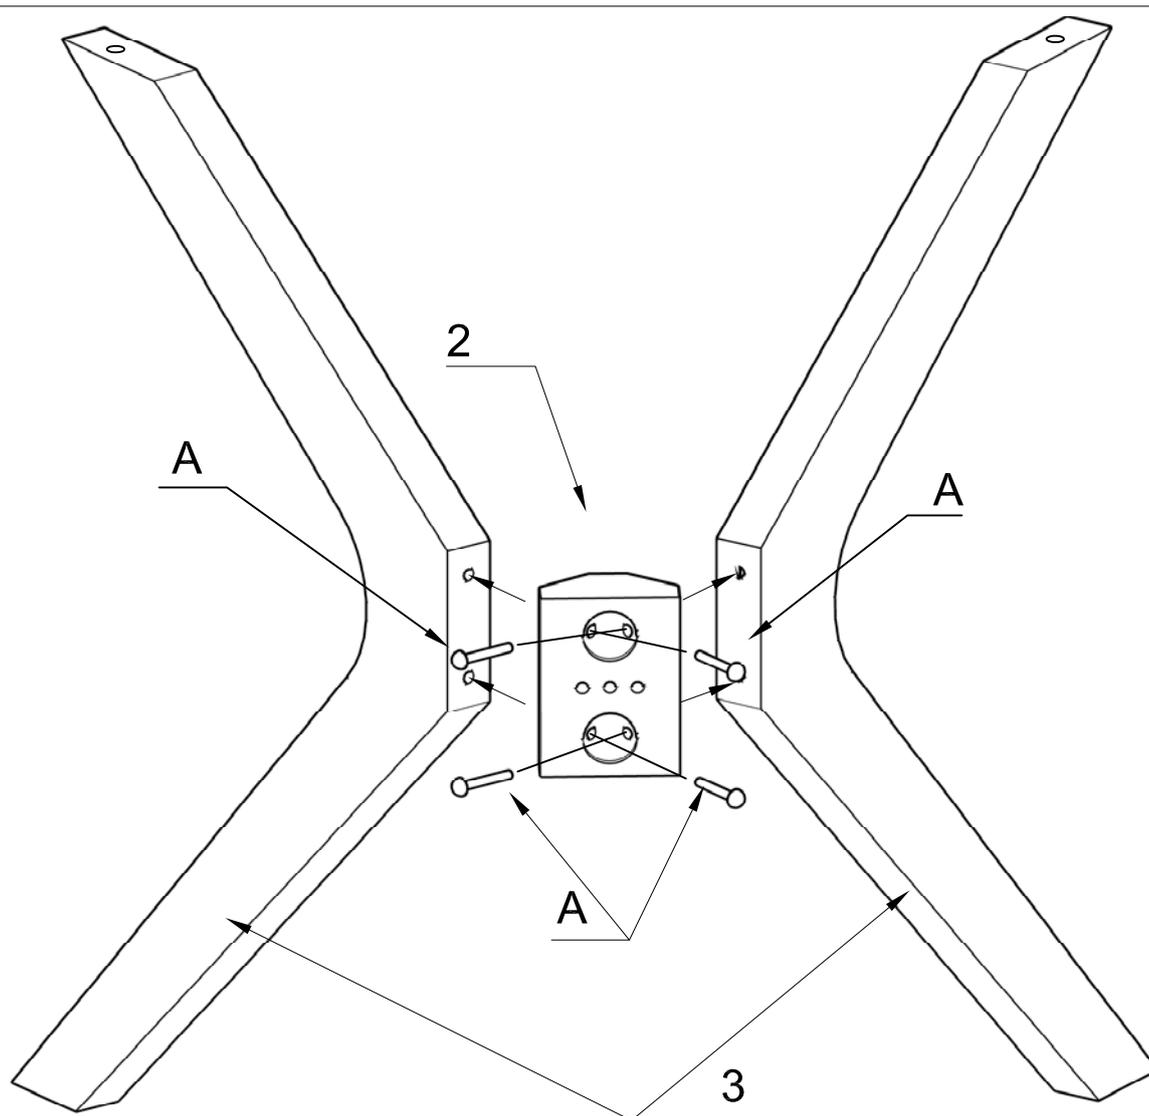

Рис. 3.
- 4.4. Вставить винты "А" в отверстия, имеющиеся в ЦСНС, в соответствии с рис.3;
- 4.5. Притянуть ножки к половинкам ЦСНС при помощи винтов "А" (рис.3)